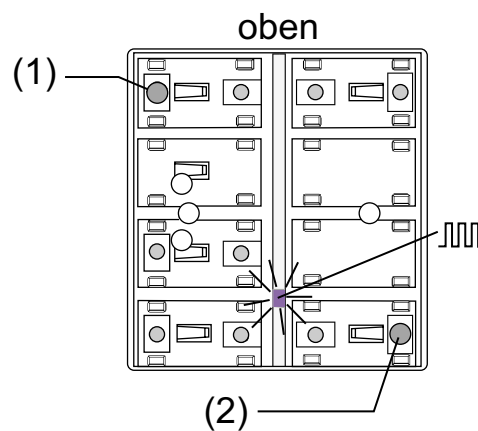

Bild 1: Tasten zur Aktivierung des Programmiermodus
1. Programmiermodus aktivieren (vgl. Bild 1):
- Taster (1) drücken und gedrückt halten.
- Dann zweiten Taster (2) drücken. Der Programmiermodus ist aktiviert. Die blaue Betriebs-LED blinkt schnell (ca. 8 Hz).